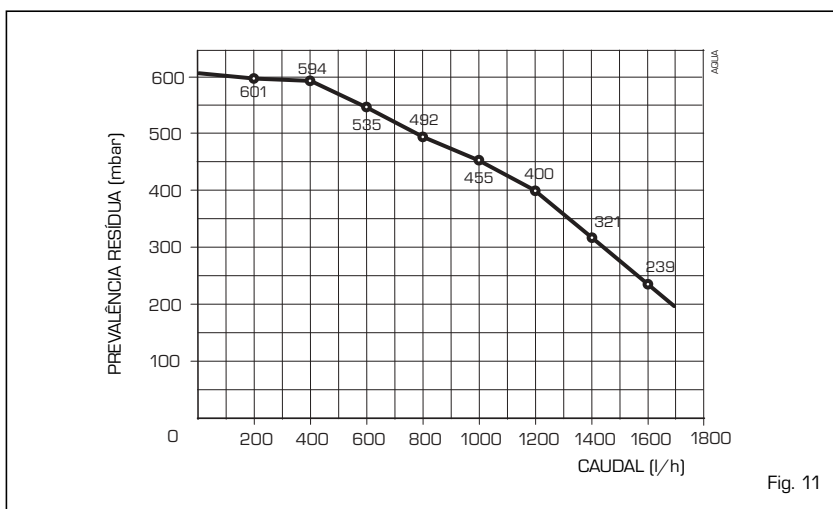

Fig. 11
3.2 PREVALÊNCIA DISPONÍVEL AO APARELHO (fig. 11)
A prevalência residua para o equipamento de aquecimento, é representada, em função do caudal, pelo gráfico da fig. 11.
3.3 Diagnóstico e solução BOMBA DE ALTA EFICIÊNCIA (fig. 11/a)